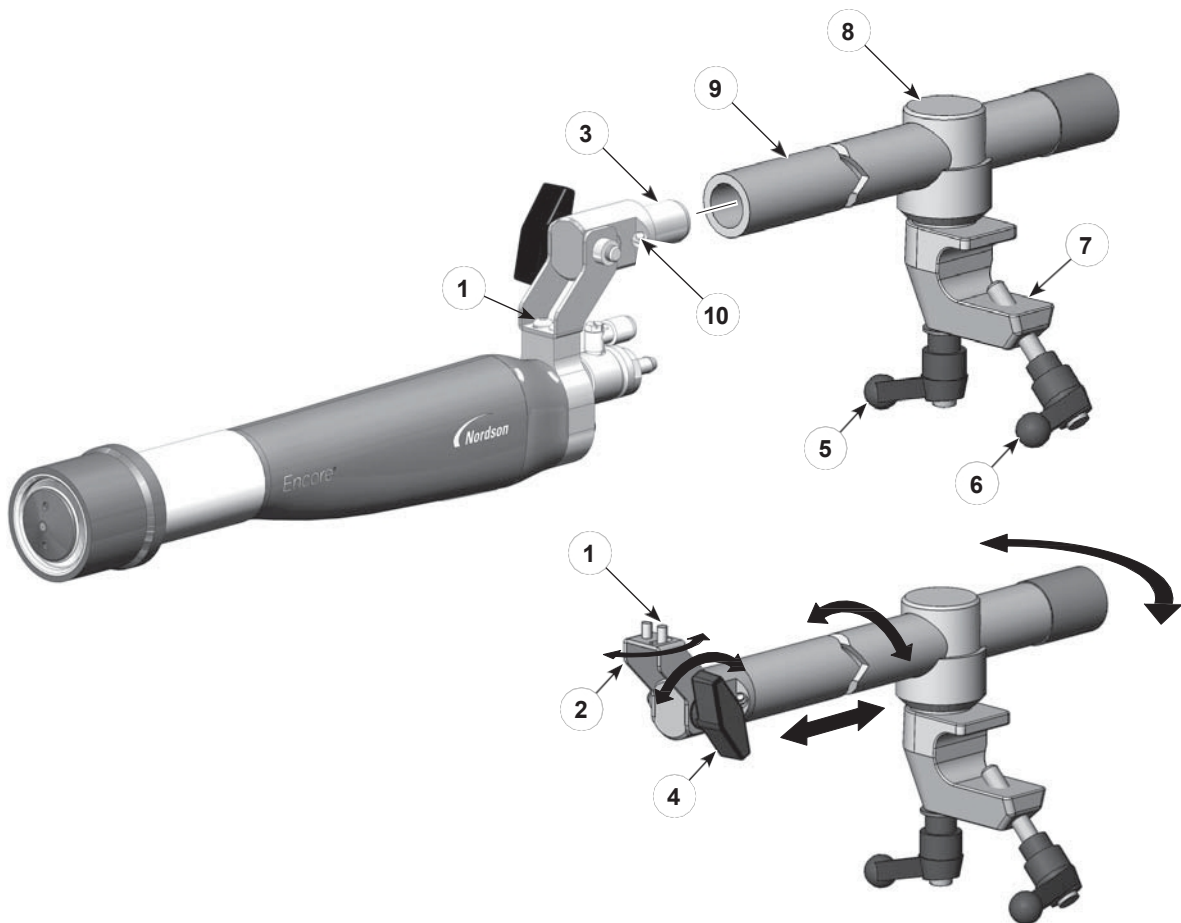
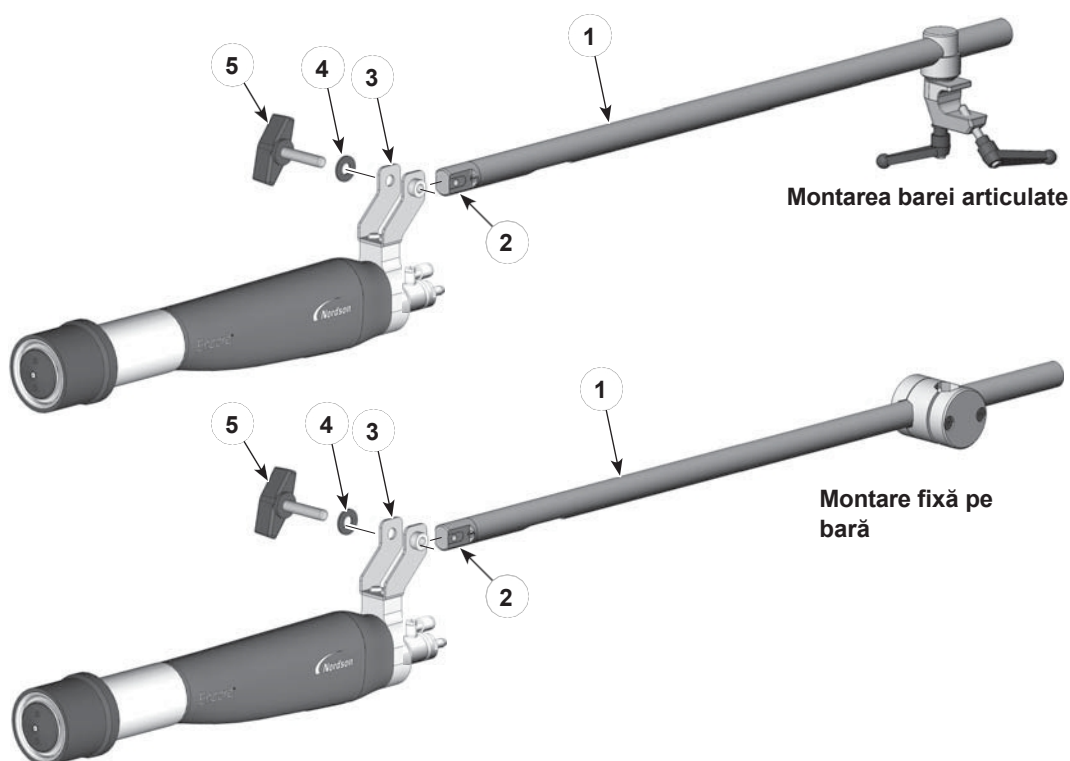
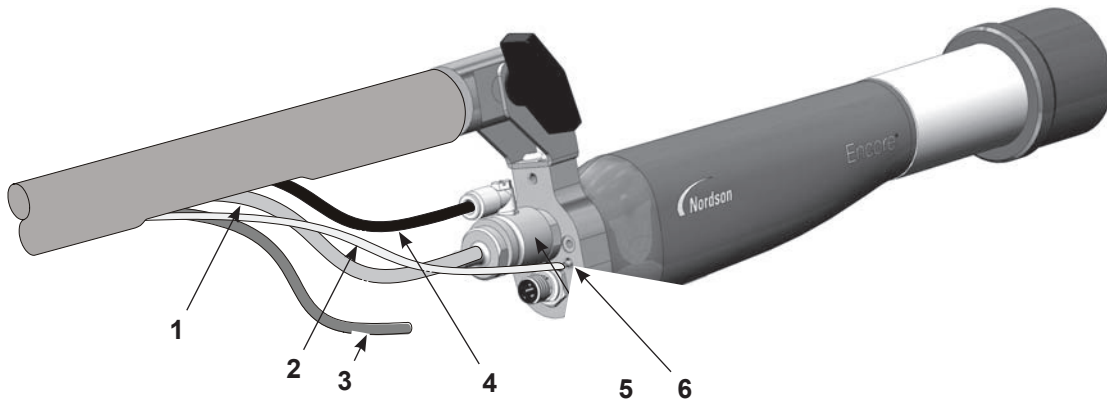

Figura 3-1 Montarea pistolului de pulverizare standard cu montare pe bară articulată
Figura 3-2 Kituri opționale de montare pe bară a pistolului de pulverizare
Figura 3-3 Pistol de pulverizare Conexiuni- Se prezintă duza conică
1. A se vedea figura 3-1. Instalați adaptorul tubului (3) în capătul tijei de reglare (9) și fixați-l prin strângerea șurubului de fixare (10) cu o cheie hexagonală de 4 mm.
- Pentru a deplasa vârful pistolului de pulverizare de pe o parte pe alta, slăbiți șurubul cu buton din dreapta (1).
- Pentru a înclina vârful pistolului de pulverizare în sus sau în jos, slăbiți butonul de înclinare (4).
- Pentru a roti tija de reglare sau pentru a glisa tija de reglare înainte sau înapoi, slăbiți mânerul de blocare (5).
2. Poziționați clema (7) pe o bară de montare de 1 inch și strângeți mânerul clemei (6).
3. Fixați împreună furtunul de pulbere, tubul de spălare cu aer a electrodului transparent de 4 mm și cablul pistolului de pulverizare și fixați-le pe tija de reglare cu chingile Velcro Nordson. Conectați-le la pistolul de pulverizare așa cum se arată în Figura 3-3.
A se vedea figura 3-2. Kiturile opționale de montare pe bară au tije de reglare cu diametru interior mare (1), prin care pot fi trecute furtunul de pulbere, tubulatura de aer și cablul pistolului de pulverizare. Adaptorul de tub (2) livrat cu pistolul de pulverizare nu poate fi utilizat cu aceste kituri. Acesta trebuie înlocuit cu adaptorul pentru tub furnizat cu kiturile.
1. Deșurubați și îndepărtați butonul și șaiba (5, 4) de pe suportul de montare al pistolului de pulverizare (3).
3. Introduceți capătul adaptorului de tub opțional (2) în suportul de montare al pistolului de pulverizare și aliniați orificiul din capătul adaptorului de tub cu orificiile din suportul de montare al pistolului de pulverizare.
5. A se vedea figura 3-3. Trageți (în ordinea următoare) cablul pistolului de pulverizare, tubul de aer-spălare cu electrod transparent de 4 mm și furtunul pentru pudră prin tubul de montare de la capăt și prin decupaj. Conectați-le la pistolul de pulverizare așa cum se arată în Figura 3-3.
A se vedea figura 3-3.